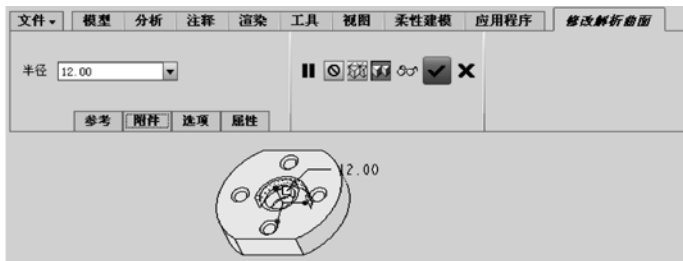

图 9-32 修改半径值
- 4 在“修改解析曲面”选项卡的“半径”文本框中输入新半径值为“12”，如图 9-32 所示。